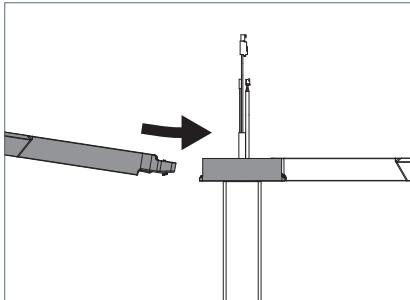

Fig. 8: Leuchtenkopf 2 montieren.
- ▶ Stecken Sie den Tragarm des zweiten Leuchtenkopfs leicht nach unten gekippt bis zum Anschlag in den Adapter, siehe Fig. 8.